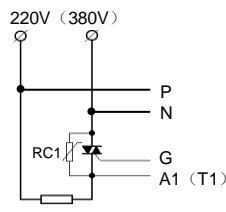
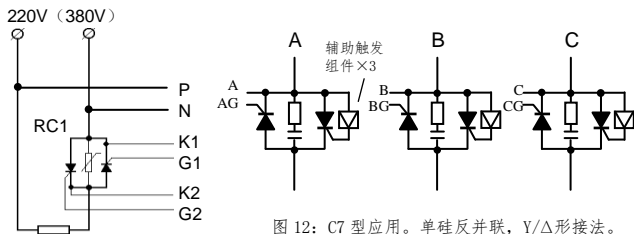

图 10: C2 型应用—
图 11: C2 型应用二
3. C2、C8 类型采用传统触发方式, 触发有极性且必须接同步信号线, 请严格参照前文图 10、图 11、图 13 相关接线图连接。